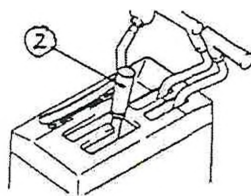

Рис. 2-5
### 2.2.1.2 Рычаг переключения передач (2) (Рис. 2-5)